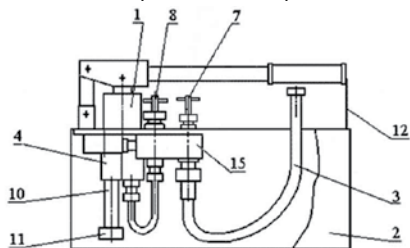
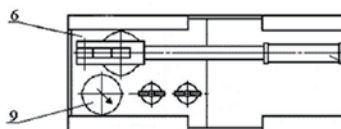
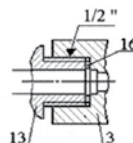

рис. 1
рис. 2
рис. 3
1.2 Основные узлы опрессовщика (плунжерный насос с ручкой, колодка вентилей, манометр) закреплены на полке из нержавеющей стали, в верхней части металлического бака. Насос (рис.1 поз.1) является рабочим органом опрессовщика. Из гидравлического цилиндра (рис.1 поз.4) вода под давлением, рукавом высокого давления подаётся в тестируемую гидравлическую систему. Давление в тестируемой гидросистеме контролируется манометром. Падение давления в закрытом контуре свидетельствуют о протечках. Их обнаружение осуществляется визуальным осмотром.
1.7 Общий вид опрессовщика представлен на рис. 1
Опрессовщик состоит из плунжерного насоса (рис.1 поз.1), который закреплён на полке (рис.1 поз.6) в верхней части бака (рис.1 поз.2). К нагнетательной полости насоса (рис.1 поз.1) подсоединён рукав высокого давления (рис.1 поз.3). Второй конец рукава высокого давления предназначен для непосредственного подсоединения к испытываемой гидравлической системе (рис.3 поз.14) через штуцер (рис.3 поз.13).
1.8 Вентиль (рис.1 поз.7) служит для закрывания и открывания отверстия для слива, а запорный вентиль (рис.1 поз.8) для закрытия испытываемой гидравлической системы под давлением, а так же в открытом состоянии служит как нагнетательный клапан. Манометр (рис.2 поз.9) служит для контроля давления в испытываемой гидравлической системе. На конце всасывающего патрубка (рис.1 поз.10) цилиндра (рис.1 поз.4) находятся всасывающий клапан и сетчатый фильтр, который фиксируется гайкой (рис.1 поз.11) и защищает всасывающий клапан от грязи.
1.9. Бак (рис.1 поз.2) служит для заливки рабочей жидкости (масла или воды).
На верхней части бака закреплена полка (рис.2 поз.6) насоса (рис.1 поз.1).
На противоположной торцевой стороне бака (рис.1 поз.2) имеется крючок (рис.1 поз.12) для фиксации ручки в нерабочем состоянии. Ручка одновременно служит для переноса опрессовщика.
2.3 Проверяйте и периодически очищайте фильтр всасывающего патрубка (рис.1 поз.10).
3.2 Проверьте подсоединение рукава (рис.1 поз.3) к насосу (рис.1 поз.1).
3.3 Заполните бак (рис.1 поз.2) рабочей жидкостью до верхней части всасывающего патрубка (рис.1 поз.10).
3.4 Закройте вентиль (рис.1 поз.7) и откройте вентиль (рис.1 поз.8) на 2-3 оборота.
3.5 Поднимите выходную часть рукава (рис.1 поз.3) и залейте в него жидкость. Для удаления воздуха из гидравлической системы насоса сделайте пробное закачивание воды, при этом воздух из гидросистемы будет выходить через рукав.
3.8 Подсоедините рукав (рис.1 поз.3) к испытываемой гидравлической системе, в которой должен быть установлен штуцер (рис.3 поз.13) с ответной частью для подсоединения рукава
(рис.1 поз.3).
Для уплотнения используются прокладки (рис.3 поз.16) из резины, обожжённой меди или фторопласта.
3.11 Закройте запорный вентиль (рис.1 поз.8) до окончания проведения испытаний.
3.12 После проведения испытаний медленно откройте вентиль (рис.1 поз.7) для сбрасывания давления, при этом жидкость будет поступать обратно в бак. Как только давление в гидросистеме упадёт, закройте вентиль соединяющий опрессовщик с гидросистемой, чтобы исключить попадание в клапаны опрессовщика посторонних частиц при сливе.
3.13 Отсоедините рукав (рис.1 поз.3) от испытываемой системы.
4.2 Периодически проверяйте и очищайте фильтр от грязи на всасывающем патрубке (рис.1 поз.10).
- Слейте воду из нагнетательной полости, открыв вентиль (рис.1 поз.8) и опустив шланг (рис.1 поз.3) в бак (рис.1 поз.2), а затем из бака (рис.1 поз.2), наклонив его;
- Залейте в бак машинного масла на 25-30 мм выше нижнего края всасывающего патрубка (рис.1 поз.10);
- Прокатайте насос (рис.1 поз.1) вхолостую для удаления воды из внутренних полостей насоса;